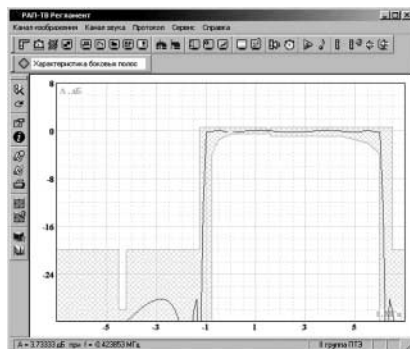

рис. 3
- характеристика боковых полос (рис.3);